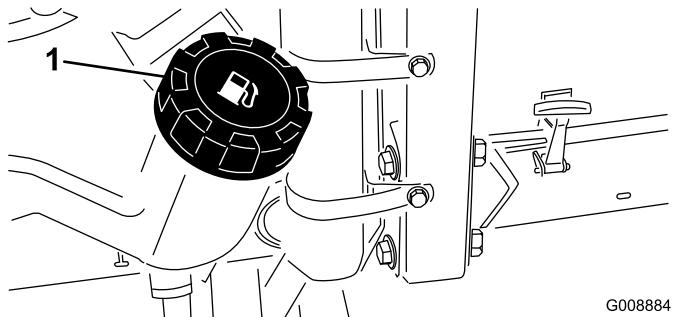

Figure 29
- Nettoyez la surface autour du bouchon du réservoir de carburant (Figure 29).